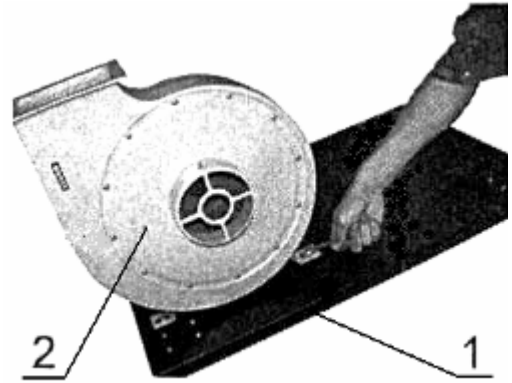

Рисунок 3.
2. Установите и закрепите вентилятор 2 на основании 1 пылесоса (рис. 3.).